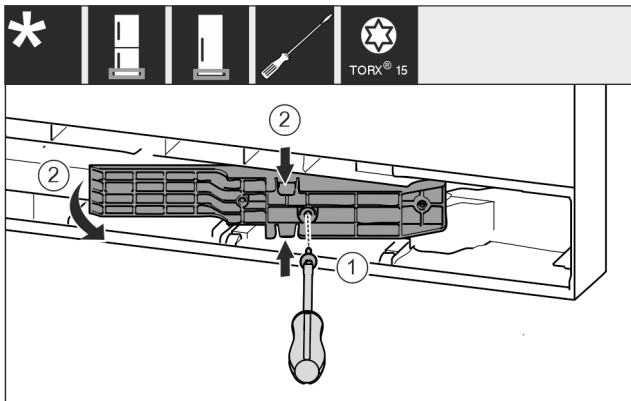

Fig. 18 *
- Løsne skruene med skrutrekker T15. Fig. 18 (1)*
- Trekk ut adapterstykket. Fig. 18 (2)*